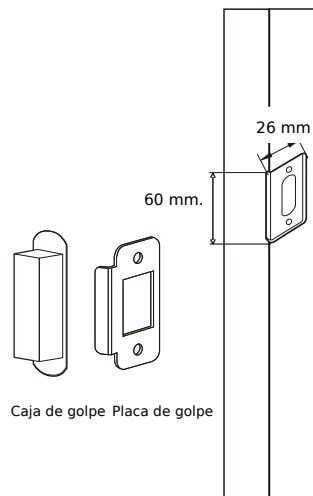
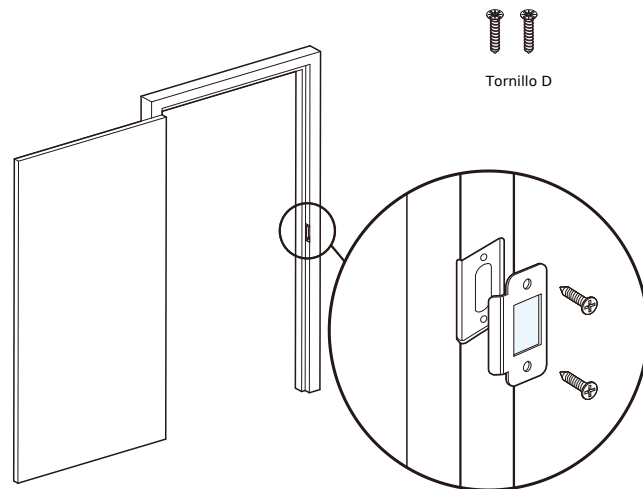

Fig. 2
Fig. 3
3. Como se muestra en la Fig. 3, coloque la caja de golpe en el orificio, cúbrala con la placa de golpe y apriete con el tornillo D.
1. Como se muestra en la Fig. 2 y Fig. 3, perforo el orificio para instalar la caja de golpe. La profundidad del orificio debe ser de 15 mm y la longitud de 60 mm.
2. Instale la placa de golpe como se muestra en la Fig. 2. El ancho es de 26 mm y la longitud de 60 mm.